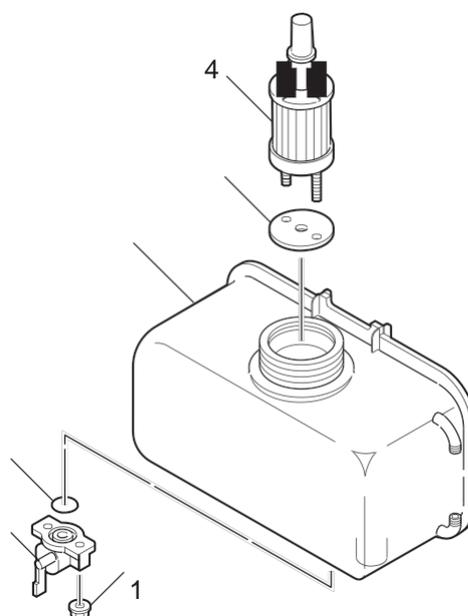

Figure 9
4. Desserrez les écrous de robinet (**Figure 9, (1)**) de chaque côté du robinet (**Figure 9, (2)**).
5. Enlevez et jetez le joint torique (**Figure 9, (3)**).
6. Retirez le filtre à carburant (**Figure 9, (4)**) et le joint (**Figure 9, (5)**) par l'orifice de remplissage de réservoir (**Figure 9, (6)**).
7. Montez un filtre neuf et un nouveau joint de filtre (**Figure 9, (4)**) (**Figure 9, (5)**) par l'orifice de remplissage (**Figure 9, (6)**) et positionnez-les dans le réservoir de carburant.
8. Montez un joint torique neuf (**Figure 9, (3)**) sur le robinet de carburant (**Figure 9, (2)**) et fixez l'ensemble au réservoir à l'aide des écrous de robinet (**Figure 9, (1)**).